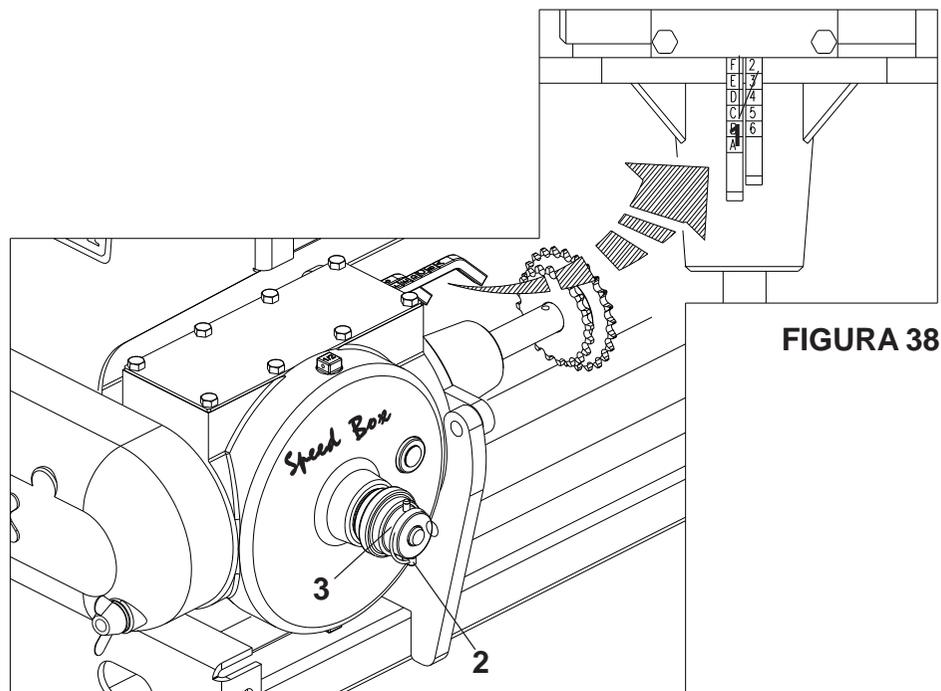

FIGURA 38
## SPEED BOX (FIGURA 38)
- 2 - Para regulagens do adubo, selecione a quantidade desejada nas tabelas e verifique a combinação correspondente dos cursores (1). Exemplo : posição **F 2**, indica que o cursor com letras deve estar na posição **"F"** e o cursor de números deve estar na posição **"2"**, conforme **FIGURA 38**.
- 3 - Para movimentar os cursores, retire a trava (2), puxe a manopla (3) , em seguida regule os mesmos. Ao terminar a combinação, retorne a manopla (3) e recoloca a trava (2).